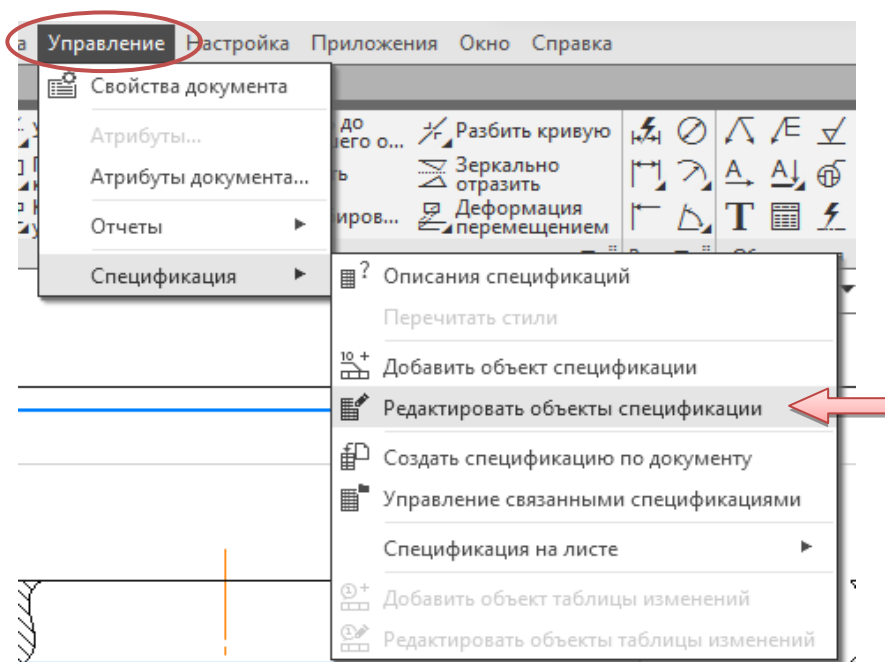

Рис. 5.6. Меню редактирования объектов спецификации
- Перейдите в сборочный чертеж. На панели «Управление» выберите строку «Спецификация» – «Редактировать объект спецификации» (рис. 5.6).